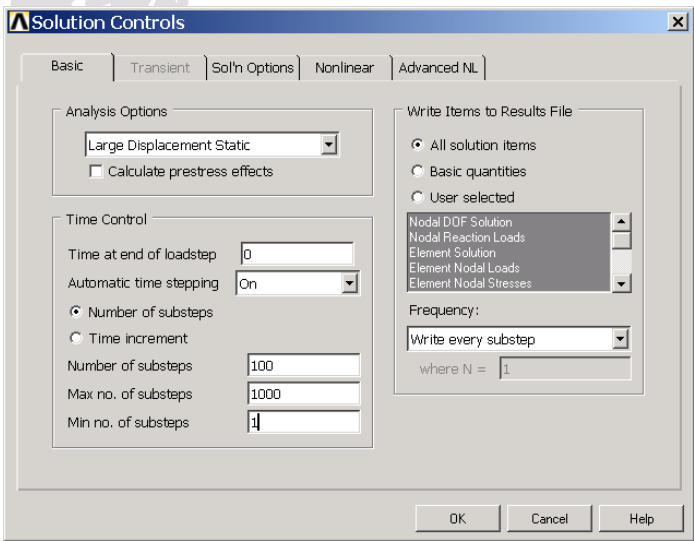

图 9.27 求解控制对话框
- （5）单击 Main Menu>Solution>Analysis Type>Sol'n Controls 菜单，将弹出【Solution Controls】对话框。如图 9.27 示。参数详细设置如表 9.1 所示。